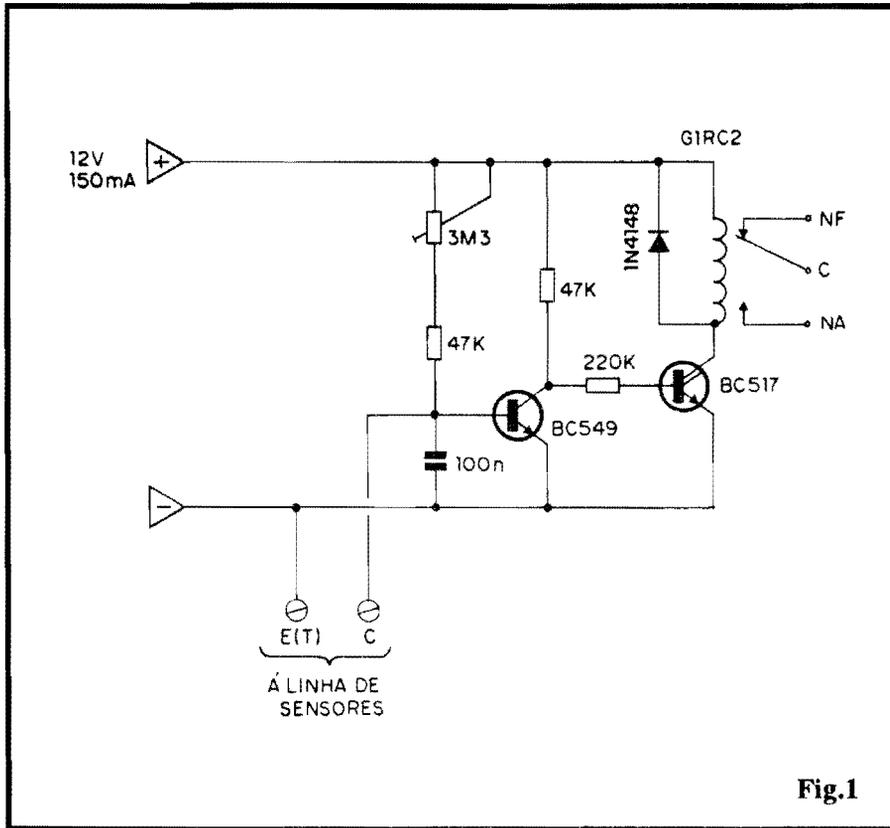

Fig.1
- FIG. 1 - DIAGRAMA ESQUEMÁTICO DO CIRCUITO - Um transistor comum, do grupo “BC”, e mais um pequeno **Darlington** (também da mesma série), formam todo o conjunto ativo do circuito... Em condições “normais”, o BC549 encontra-se polarizado na saturação, via resistor de 47K e trim-pot de 3M3, com o que a base do Darlington BC517 se manterá **negativa** (via resistor de 220K). O relê, na condição de carga de coletor do dito BC517, permanece desenergizado... Aos pontos E(T) e C (**emissor** / “terra”, e **coletor**), fica ligado um ou mais foto-transistores, tipo TIL78 ou equivalente (várias equivalências são possíveis...). Enquanto tais sensores forem mantidos “no escuro” (ou em condições de baixa luminosidade incidente, calibradas via ajuste no trim-pot de 3M3), nada se altera... Quando, porém,